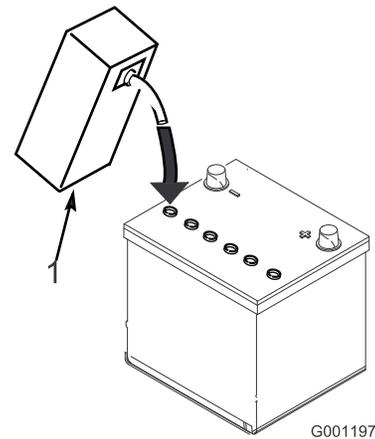

図 6
3. 各セルに慎重に電解液を満たす。電極板が6mm程度水没するぐらいが適当 (図 6)。
4. 電極板が液を吸収するまで20~30分程度待つ。必要に応じて、電極板が6mm程度水没するぐらいに電解液を補充する (図 6)。